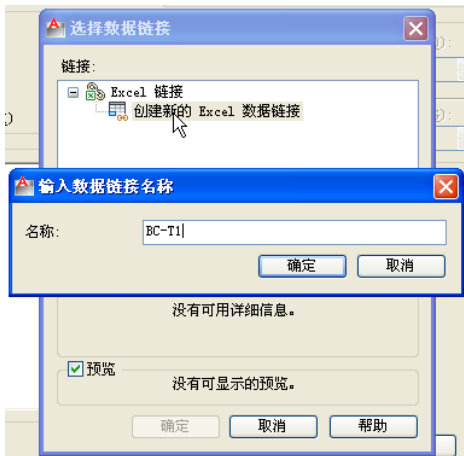

图 7-16 “输入数据链接名称”对话框
(4) 在“选择数据链接”对话框的“链接”列表框中选择“创建新的 Excel 数据链接”选项，打开如图 7-16 所示的“输入数据链接名称”对话框。在“名称”文本框中输入“BC-T1”，单击“确定”按钮。